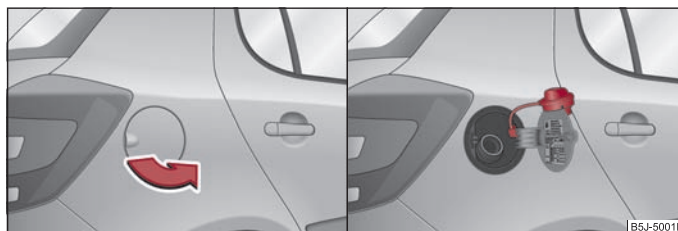

Fig. 11 Partea dreaptă spate a autovehiculului: Clapeta rezervorului / Clapeta rezervorului cu capacul deschis
- Deschideți clapeta rezervorului cu mâna ⇒ fig. 11 - stânga.
- Deșurubați capacul spre stânga și așezați-l pe clapetă, în partea de sus ⇒ fig. 11 - dreapta.